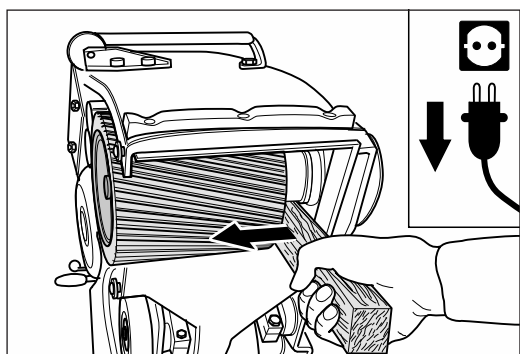

Abb. 56 Wenn die Schleifwalze fest sitzt, vorsichtig mit einem Holz hebeln. **Keine Gewalt anwenden!**
- Um die Maschine nicht zu beschädigen, verwenden Sie bei festsitzender Schleifwalze einen Holzhebel (Abb. 56)! Die Schleifwalze niemals durch Hammerschläge lösen!**